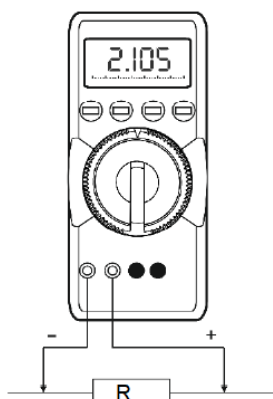

Рис.6.2
4. Подключить измерительные провода параллельно нагрузке (рис. 6.2).